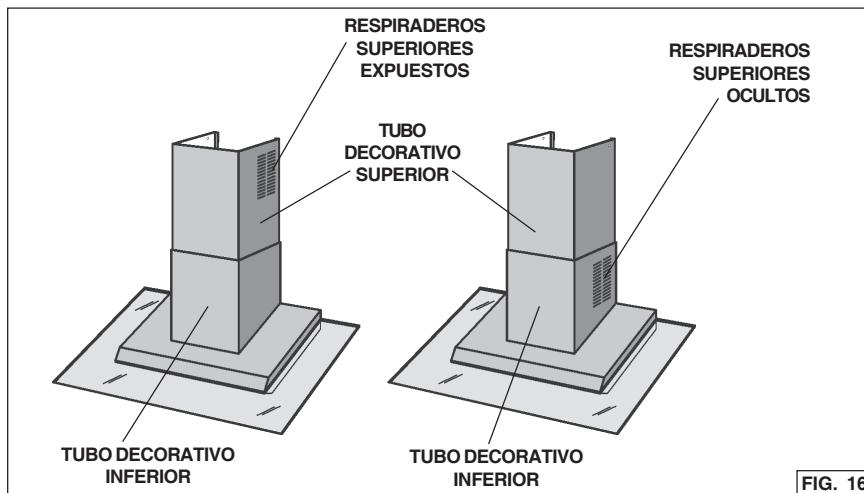

FIG. 16
9. Coloque con cuidado la chimenea decorativa sobre la campana. Fig. 16.